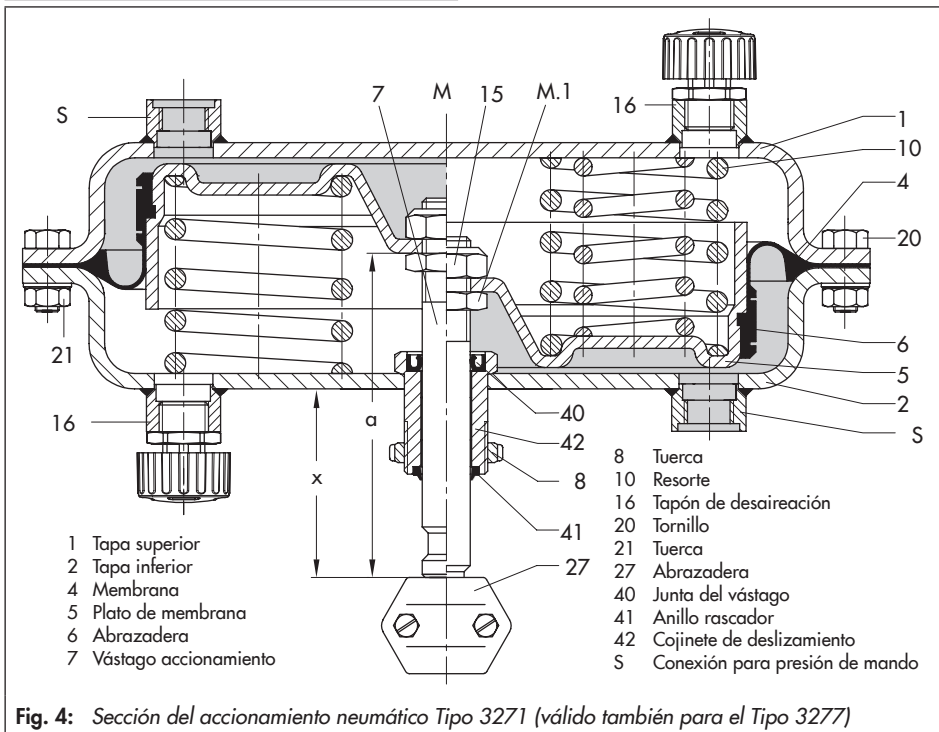

Fig. 4: Sección del accionamiento neumático Tipo 3271 (válido también para el Tipo 3277)
➔ ver fig. 4, pág. 12
2. Levantar la tapa superior (1) y sacar los resortes (10).
3. Extraer el vástago del accionamiento (7) con el plato de membrana (5) y membrana (4) de la tapa inferior (2).
4. Desenroscar la tuerca (M), mientras se sostiene la tuerca (M.1). No soltar la tuerca (M.1) del vástago del accionamiento. Si a pesar de todo se ha soltado la tuerca, ajustar la distancia desde el canto superior de la tuerca hasta el extremo del vástago del accionamiento según fig. 4 y según la tabla siguiente:
5. Levantar el plato de membrana con la membrana y volver a colocarlos al revés, apretar la tuerca (M).
- Desenroscar el tapón de desaireación (16) de la parte superior y enroscarlo en la conexión de la presión de mando inferior (S).
- Los resortes del accionamiento empujan ahora desde abajo el plato de membrana haciendo entrar el vástago en el accionamiento. La presión de mando se introduce a través de la conexión superior (S) en la cámara de membrana superior, de forma que al aumentar la presión de mando el vástago del accionamiento sale contrarrestando la fuerza de los resortes.
- ver fig. 4, pág. 12
- Desenroscar tornillos y tuercas (20, 21) y levantar la tapa superior (1).
- Extraer el plato de membrana (5) y la membrana (4) con el vástago del accionamiento (7) de la tapa inferior (2). Sacar los resortes (10).
- Desenroscar la tuerca (M), mientras se sostiene la tuerca (M.1).
- Levantar el plato de membrana con la membrana y volver a colocarlos al revés, apretar la tuerca (M).
- Desenroscar el tapón de desaireación (16) de la parte inferior y enroscarlo en la conexión de la presión de mando superior (S).
- Los resortes del accionamiento empujan ahora desde arriba el plato de membrana haciendo salir el vástago del accionamiento. La presión de mando se introduce a través de la conexión inferior (S) en la cámara de membrana inferior, de forma que al aumentar la presión de mando el vástago del accionamiento entra contrarrestando la fuerza de los resortes.